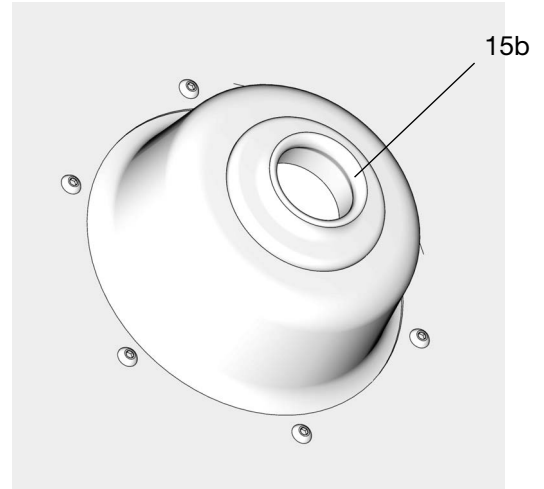

FIG. 26
5. Examine el plato seguidor para asegurarse de que el ojal de caucho (15b) esté en su posición en el centro de la plato (FIG. 26).